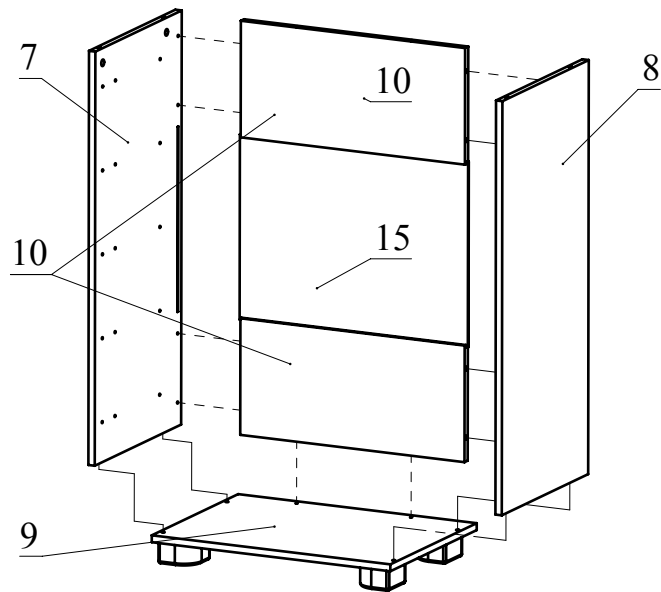

Рис.7
5. Установите детали 10 на деталь 7 и затяните головки минификс. Вставьте деталь 11 из ДВП в пазы деталей 7 и 10. Установите деталь 8 на детали 10 и затяните головки минификс. Соедините деталь 9 с полученной конструкцией (Рис.7).